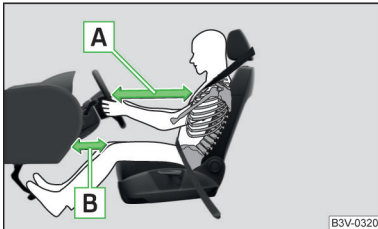

Abb. 23
- Für den Fahrer und Beifahrer ist es wichtig, einen Abstand von mindestens 25 cm zum Lenkrad bzw. zur Schalttafel einzuhalten » Abb. 23 - A. Wenn Sie diesen Abstand nicht einhalten, kann Sie das Airbag-System nicht schützen - Lebensgefahr! Die Vordersitze und die Kopfstützen müssen immer der Körpergröße entsprechend richtig eingestellt sein.
- Den Fahrersitz in Längsrichtung so einstellen, dass der Abstand der Beine zur Schalttafel im Bereich des Knieairbags mindestens 6 cm beträgt » Abb. 23 - B. Falls es aus Gründen der Körpergröße nicht möglich sein sollte, diese Bedingung zu erfüllen, dann ist ein Fachbetrieb aufzusuchen.